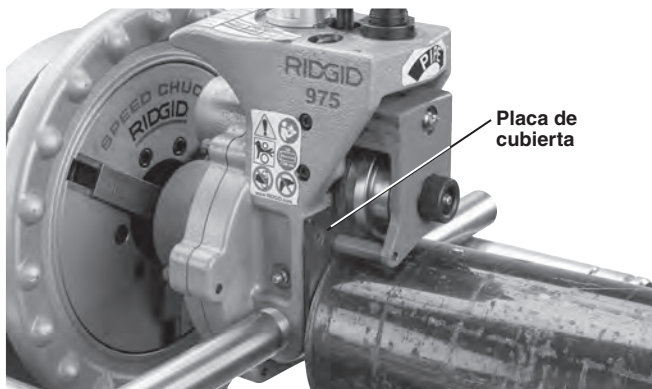

Figura 8 – Colocación del tubo sobre el eje de mando, al ras con la placa de cubierta
6. Ajuste el tubo y los soportatubos para que el extremo del tubo esté al ras con la placa de cubierta de la ranuradora, y para que el interior del tubo esté en contacto con la parte superior del eje de mando (Figura 8). La recta central del tubo debe estar paralela a la recta central del eje de mando. Esto se puede lograr si se nivela el tubo y se nivela el accionamiento motorizado o la máquina roscadora.